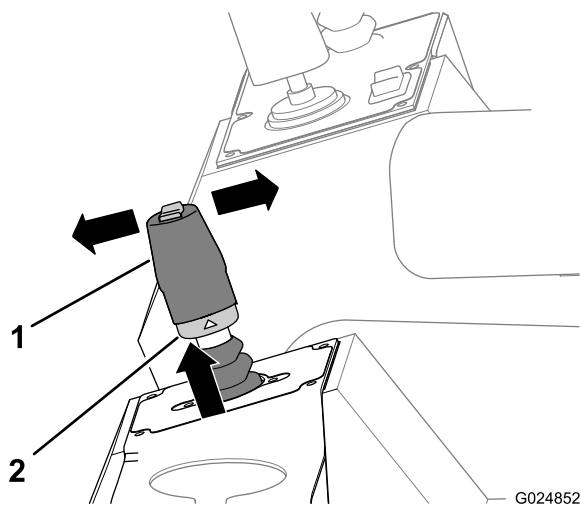

Figura 42
2. Tire hacia arriba del anillo de bloqueo situado en la base del joystick (Figura 42).
- Mueva la palanca hacia adelante (hacia la parte delantera de la máquina) para desplazar la máquina hacia adelante (Figura 42).
- Mueva la palanca hacia atrás (hacia la parte trasera de la máquina) para desplazar la máquina hacia atrás (Figura 42).
4. Suelte el anillo de bloqueo y la palanca (Figura 42).
5. Mueva la palanca a la posición de Punto muerto para detener la máquina (Figura 42).